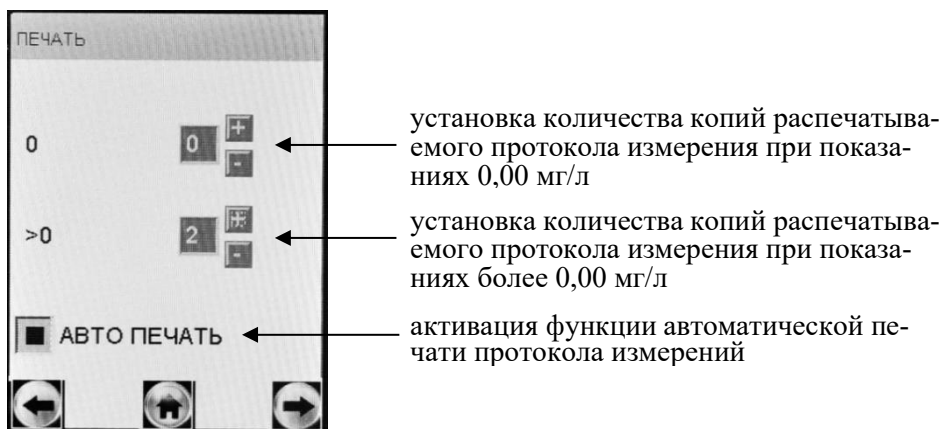

Рисунок 9 – Настройки печати
Имеется возможность устанавливать различное количество копий распечатываемого протокола измерения для двух случаев: при показаниях 0,00 мг/л, и при показаниях более 0,00 мг/л (рисунок 9).
2.5.7.3 Перейдите в меню «Установки пользователя» (согласно 2.5.4 настоящего РЭ), далее нажмите на кнопку «ПЕЧАТЬ» (рисунок 7), на экране появится окно «ПЕЧАТЬ» (рисунок 9).
Для того чтобы печать протокола измерений в заданном количестве копий производилась автоматически после предъявления результата измерения на экране, следует активировать функцию автоматической печати, нажав на квадратик «**АВТО ПЕЧАТЬ**» (рисунок 9).